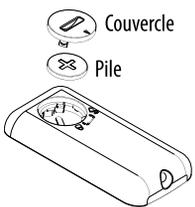

Fig. 2
- Pour remplacer les piles, retirez le couvercle des piles en le tournant. Remplacez la pile en prenant soin de respecter la polarité correcte (voir figure 2).